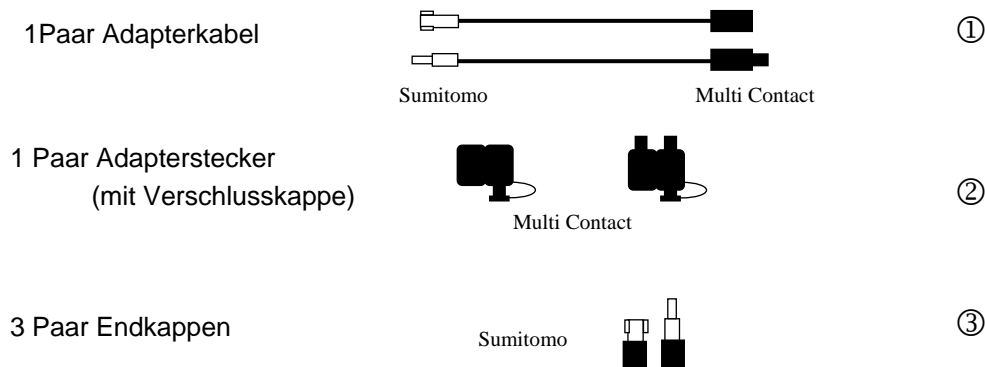

Abbildung 10: Inhalt PHÖNIX MHI Adapterset
Zum Anschluss an den Wechselrichter (WR) wird ein Übergang zum Standard MC Steckverbinder System hergestellt. Dies wird über das Adapter-Set mit der Art. Nr. 102059 realisiert. Benötigt wird ein Set pro Strang, d.h. ein Set pro WR Anschluss. Abbildung 10 zeigt den Inhalt eines PHÖNIX MHI Adaptersets.